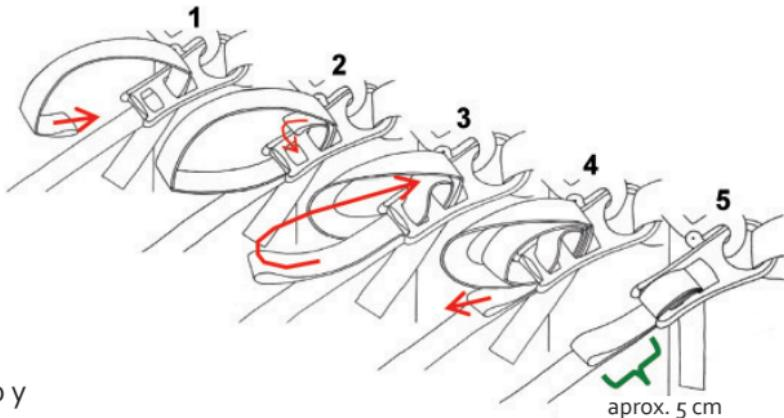

Fig. 4
El sistema de tensión de la Slackline consiste en un polipasto 5:1 que se desatasca por si solo. Se sujetta la cinta Slackline sin necesidad de nudos siguiendo el principio slack-locker (Fig. 4).
- Tomar la cinta Slackline doble por un extremo con un mín. de 50 cm de la punta y ensartarla 2 veces desde abajo hacia arriba por el orificio grande del Slack-Ring (Fig. 4, 1–2).
- Para facilitar el proceso de ensartar simplemente poner a un lado el lazo y seguir como se indica en Fig. 4, 2–5.
- Aprox. a un 1 m (10/15 m SlackTivity, 10 m Soft 'n Slack) o bien 2 m (25/35/45 m SlackTivity y 18 m Soft 'n Slack) de distancia del punto de fijación 2 tomar la cinta Slackline doble y ajustarle el Slack-Ring suelto con ayuda del principio Slack-Locker (véase Fig. 4).